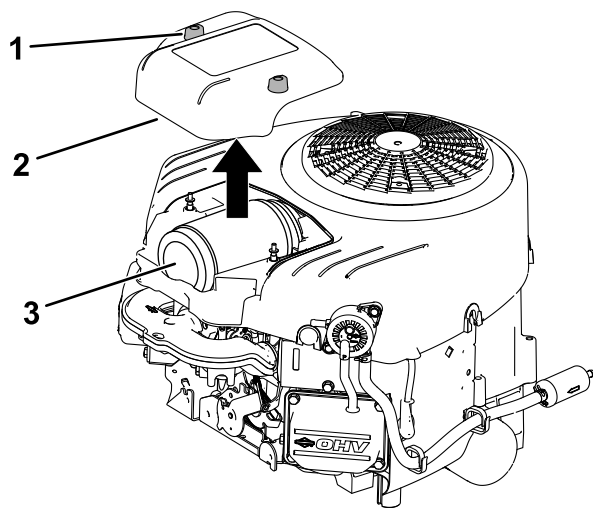

Figure 31
- Remettez le couvercle et serrez les fixations (Figure 31).